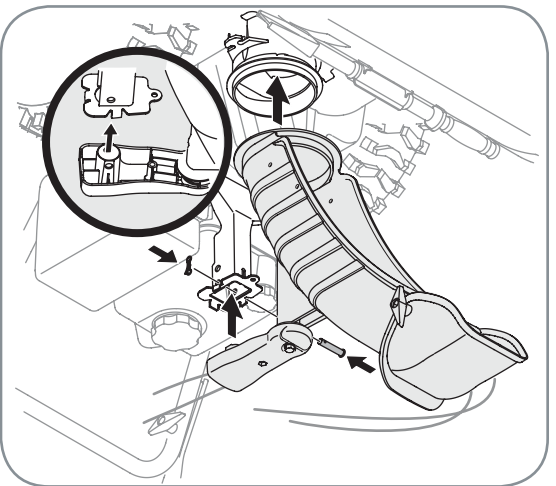

Figure 3-3
3. Placez la goupille sur sa base et attachez-la sur son support en utilisant l'axe de chape et la goupille fendue enlevés plus tôt. Voir la Figure 3-3.